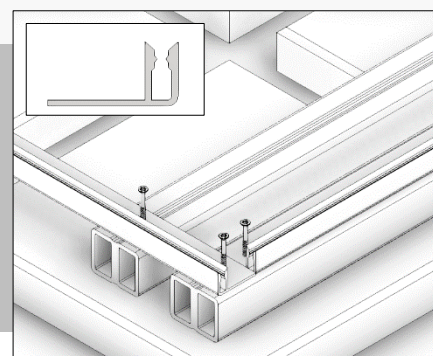
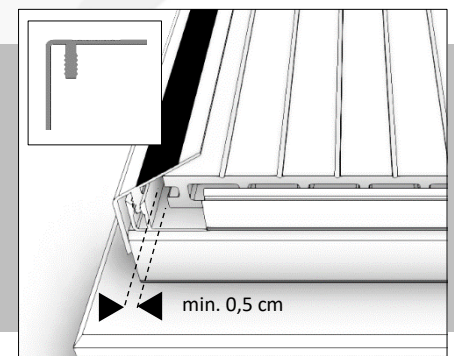

FIG. 12
FIG. 13
- U kunt aan het einde gebruik maken van aluminium of composiet hoekprofielen en van aluminium overgangsprofielen. U dient hiervoor aluminium onderprofielen te monteren vóórdat de terrasdelen worden gemonteerd (Fig. 12). Houd te allen tijde rekening met de werking van de terrasdelen door ruimte over te houden tussen de onderprofielen en de terrasdelen (Fig. 13).
- Tenslotte kunnen, nadat alle terrasdelen gemonteerd zijn, de aluminium hoek- en overgangsprofielen en/of composiet hoekprofielen in de aluminium onderprofielen geschoven worden (Fig. 13).